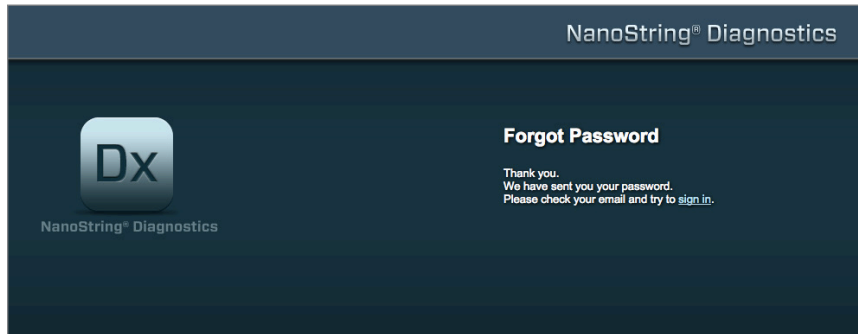

ABBILDUNG 4.4: Die Bestätigungsseite nach Anforderung eines Kennworts
- Wenn das nCounter-System ein passendes Profil findet, wird das Kennwort an die angegebene E-Mail-Adresse gesendet (**ABBILDUNG 4.4**).